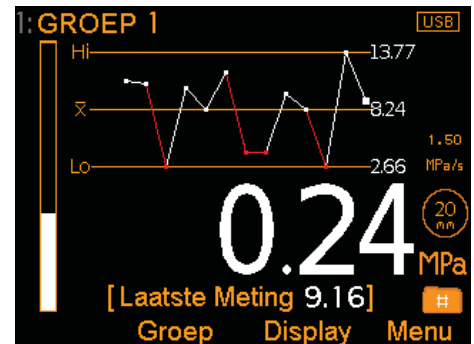

Fig. 3: Grafiek
- **Grafiek (Fig. 3);** een trendgrafiek van de laatste 20 metingen die na elke meting automatisch wordt bijgewerkt.